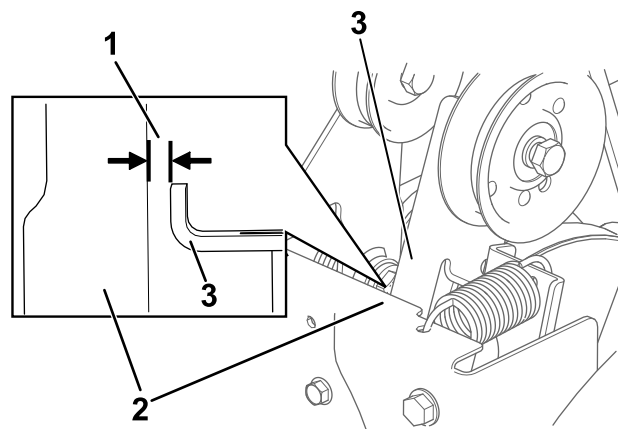

Figure 36
3. Lorsque le levier de commande de la vis sans fin/turbine est désengagé, vérifiez qu'il existe un écart de 1,5 mm entre le bras d'embrayage de la vis sans fin et le châssis de la machine, comme montré à la Figure 36.